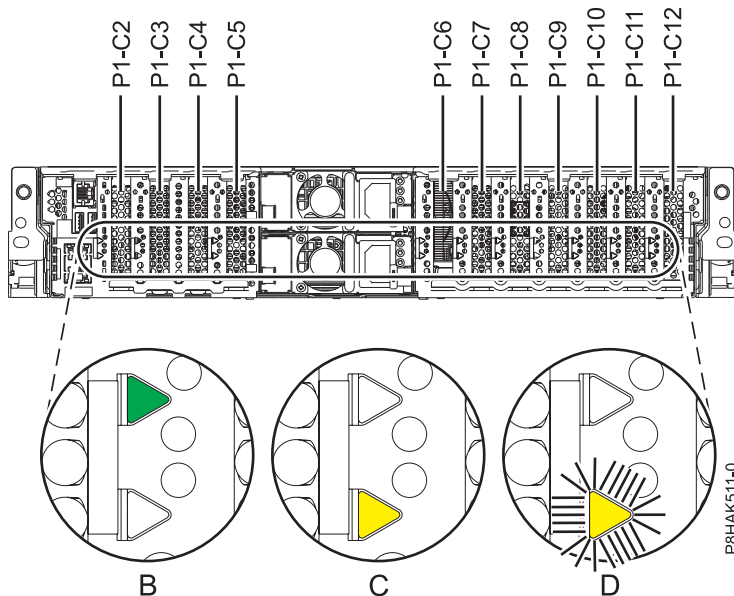

Abbildung 31. Positionen der PCIe-Adaptersteckplätze und LEDs in einem System vom Typ 5148-21L, 5148-22L, 8247-21L, 8247-22L, 8284-21A oder 8284-22A
6. In Machen Sie sich mit den Positionen der PCIe-Adaptersteckplätze und den Serviceanzeigen für den zu wartenden PCIe-Adapter vertraut. Die PCIe-Adapter werden an der Rückseite des Systems installiert. In Abb. 31 auf Seite 54 werden die Positionen der PCI-Adapter in einem System vom Typ 5148-21L, 5148-22L, 8247-21L, 8247-22L, 8284-21A oder 8284-22A und die Positionen der LEDs für die einzelnen PCI-Adapter angezeigt.